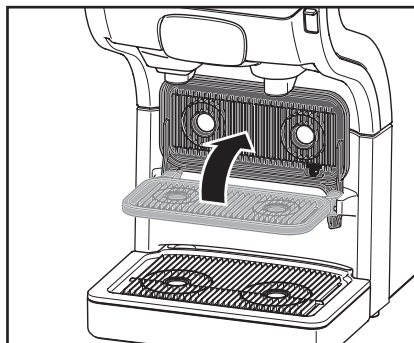

Fig. 11
- Vip bakken opad, så der er plads nok til et krus (fig. 11).